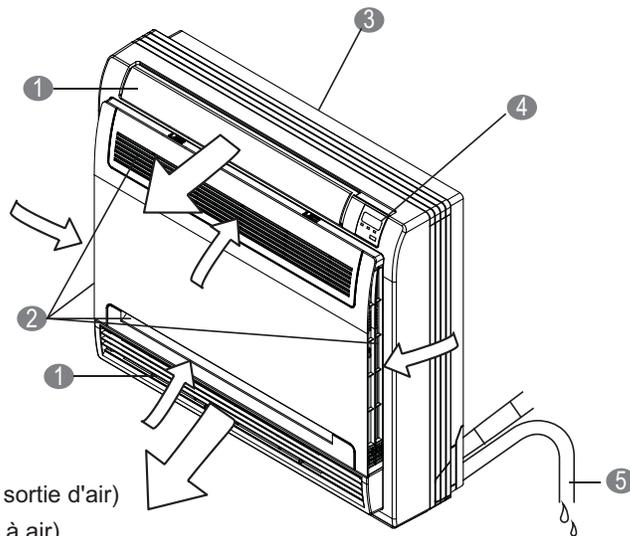

Figure 1 – Liste des pièces – Console de capacité 12
- La liste de pièces (figure 1) n'est qu'une ébauche. Différents modèles peuvent présenter de légères différences.